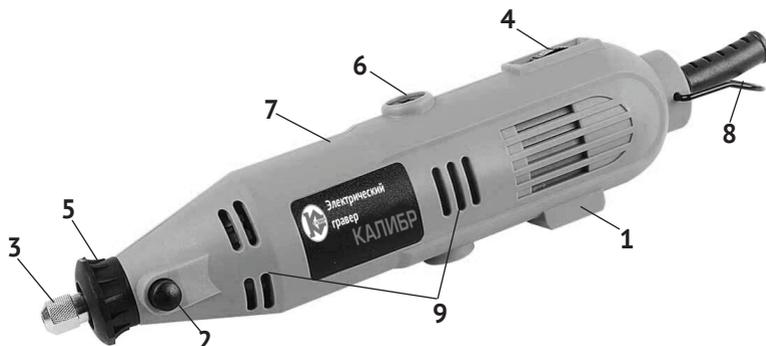

рис. 1
4.1 Общий вид гравёра схематично представлен на рис. 1
Основные элементы гравёра (электродвигатель, пусковой и стопорный механизмы и регулятор оборотов двигателя) расположены в пластиковом корпусе (рис.1 поз.7), состоящем из двух половин. Выключатель гравёра (рис.1 поз.1) имеет два фиксированных положения: «I» - включено и «0» - выключено (МЭК 60417). Диск регулятора оборотов (рис.1 поз.4) изменяет скорость вращения якоря двигателя (шпинделя) в пределах от 8000 до 35000 об/мин. Зажимная гайка (рис.1 поз.3), закрученная на вал двигателя (резьба М8) крепит в цанге, соответствующие её размерам насадки (свёрла, биты, фрезы, насадки для крепления кругов, щётки и т.д.). Это основные рабочие инструменты гравёра.
Гибкий вал (рис.2 поз.2) позволяет проводить работу в труднодоступных местах. Стопор вала (рис.1 поз.1) позволяет быстро менять цанги и соответствующие им насадки.
6.2 Нажмите и удерживайте в нажатом положении кнопку (рис.1 поз.2) блокировки вала инструмента. Ослабьте зажимную гайку цанги (рис.1 поз.3).
7.3 Подключив инструмент к сети питания, перевести клавишу выключателя (рис.1 поз.1) в положение «I» - включено.
7.4 Изменение скорости вращения вала электроинструмента выполняется поворотом диска регулятора оборотов (рис.1 поз.4).
7.5 Отключив инструмент, повесьте его за крюк (рис.1 поз.8) на стойку (рис.2 поз.2) только после того, как электродвигатель полностью остановится. Не кладите электроинструмент на пыльную поверхность: частицы пыли могут попасть внутрь механической части гравёра.
- выкрутить из корпуса (рис.1 поз.7) крышки щёткодержателей (рис.1 поз.6);